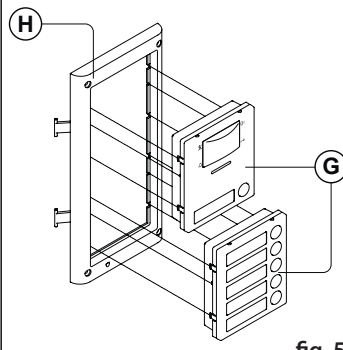
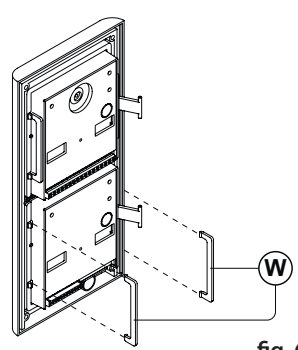

fig. 5
fig. 6
4. Before installation of the module support frame, hook the modules **(G)** to the support frame **(H)** as shown in **Fig. 5** then, as shown in **Fig. 6**, fit the two anti-tampering locks **(W)** for each module (do the same for the second module support frame);
4. Prima di installare il supporto moduli, agganciare a quest'ultimo i moduli **(G)** come mostrato in Fig. 5 ed inserire per ciascun modulo, come mostrato in Fig. 6, i fermi anti-effrazione **(W)** (eseguire la stessa operazione per il secondo supporto moduli);
4. Avant d'installer le support des modules, accrocher à ce dernier les modules (G) comme illustré sur la Fig. 5 et insérer pour chaque module, comme illustré sur la Fig. 6, les butées anti-effraction (W) (effectuer la même opération pour le deuxième support modules) ;